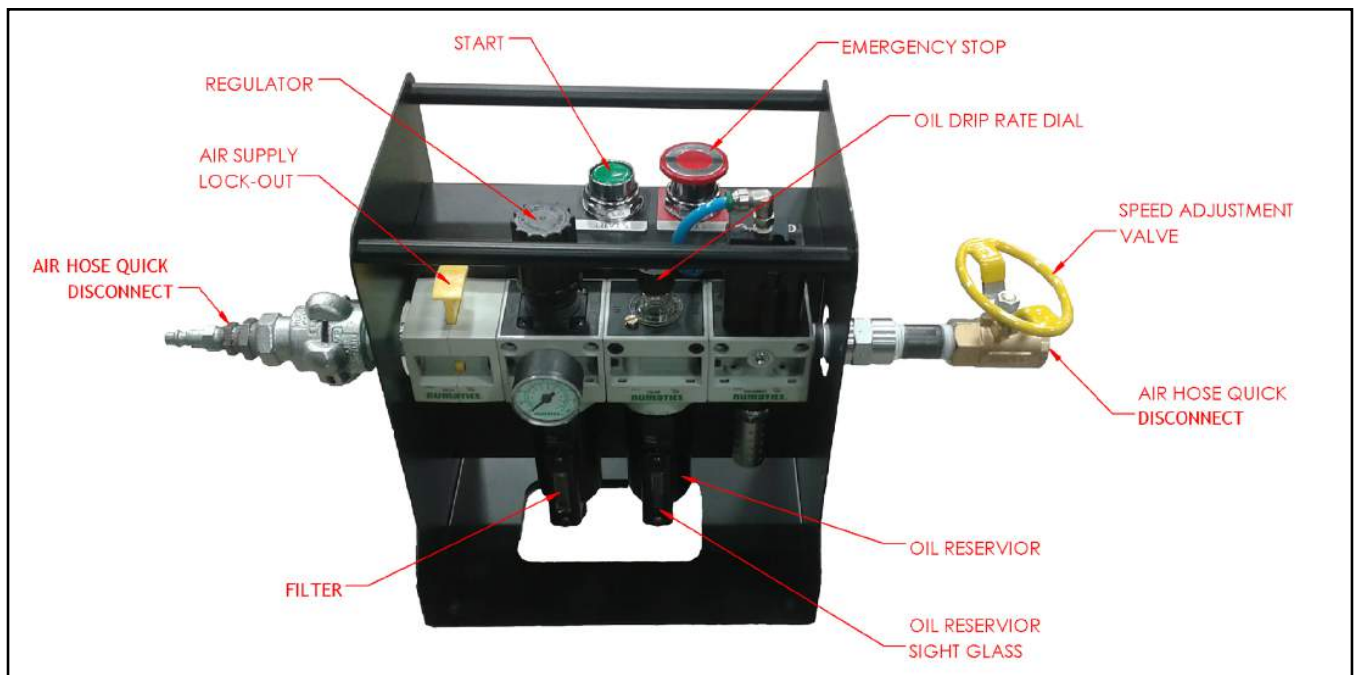

ABBILDUNG 4-3. STEUEREINHEITEN AM AIR CADDY
1. Führen Sie am Air Caddy alle folgenden Arbeitsschritte durch (wie in Abbildung 4-3
5. Regulieren Sie die Öl-Tropf-Frequenz nach Bedarf (siehe Abbildung 4-3).
3. Drücken Sie den Schieber für das DRUCKLUFT-ABSPERRVENTIL zum Schließen nach unten (wie es in Abbildung 4-3 zu sehen ist). Dadurch wird die restliche Druckluft aus dem Air Caddy-Kreislauf abgelassen.
1. Prüfen Sie den Stand im Öltank des Air Caddy am Sichtglas (siehe Abbildung 4-3 auf Seite 25). Falls nötig, füllen Sie Öl nach.
2. Prüfen sie, ob das Druckluft-Zufuhrventil offen ist (Schieber nach oben gezogen). Siehe Abbildung 4-3 auf Seite 25.